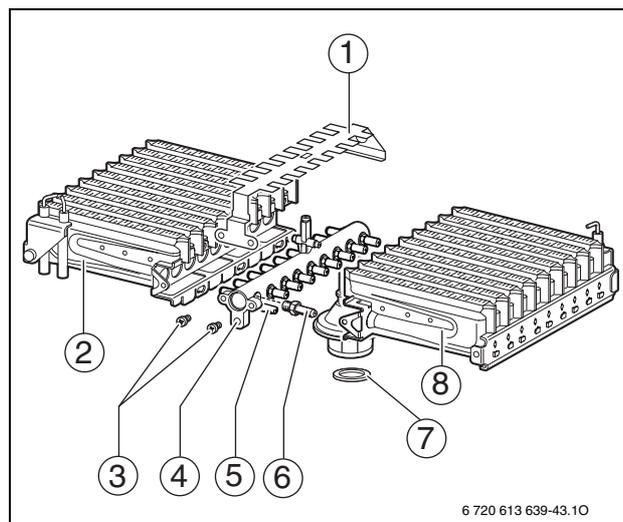

Fig. 39
- ▶ Smontare il bruciatore (→ fig. 39, Pos. 2 and 8/ → cap. 12.2.2).
- ▶ Sostituire gli ugelli (6).
- ▶ Rimontare il bruciatore (→ fig. 39, pos. 2 e 8).